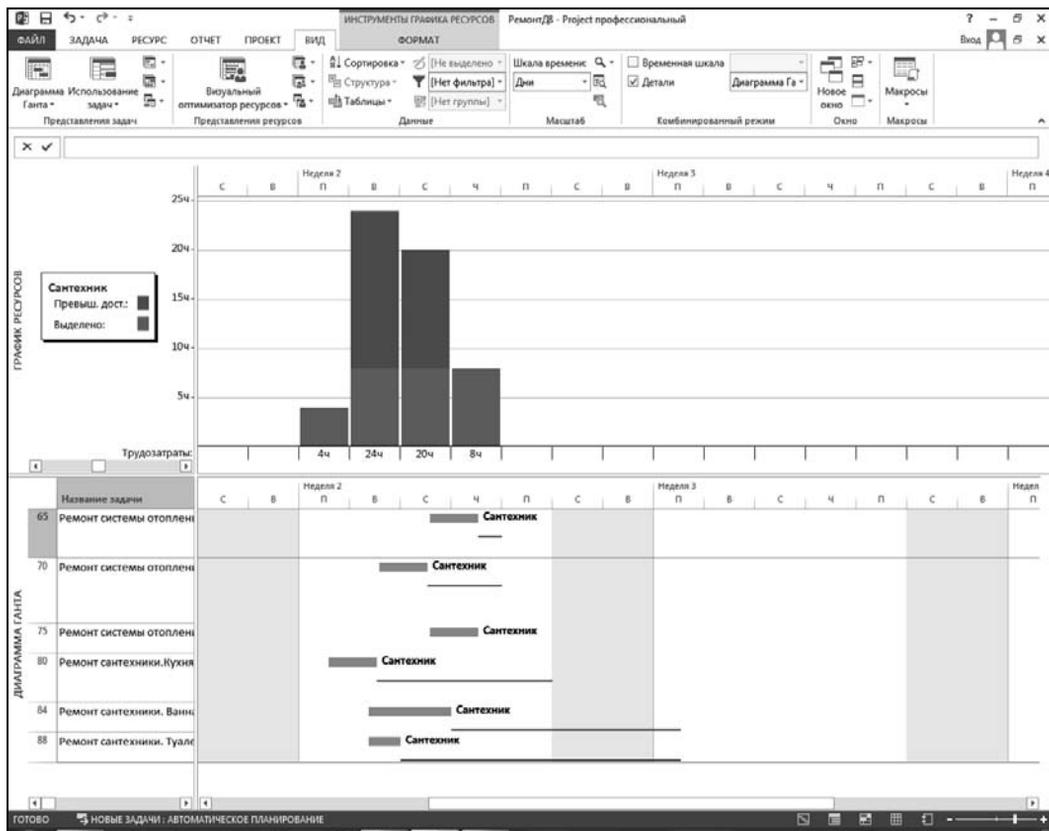

Рис. 7.13. Комбинированная экранная форма **График ресурсов — Диаграмма Ганта**
команду **Диаграмма Ганта**. Рекомендуется с помощью *алгоритма 4.14* установить двухуровневую календарную шкалу вида "неделя — рабочий день". После этого экранная форма примет вид, показанный на рис. 7.13.
- В полученной экранной форме (см. рис. 7.13) наглядно видны как загрузка ресурсов, так и состав и сроки выполнения задач, на которых используется данный ресурс. Если в верхней части экранной формы с помощью полосы прокрутки выбрать другой ресурс, то в нижней части экранной формы соответственно изменится и состав задач — останутся только те задачи, в которых используется выбранный ресурс.
- Использование показанной на рис. 7.13 экранной формы позволяет "вручную" анализировать потребность в ресурсах и управлять ею. Можно на основании управленческого решения установить указатель мыши на отрезок задачи, нажать